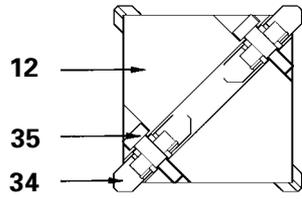
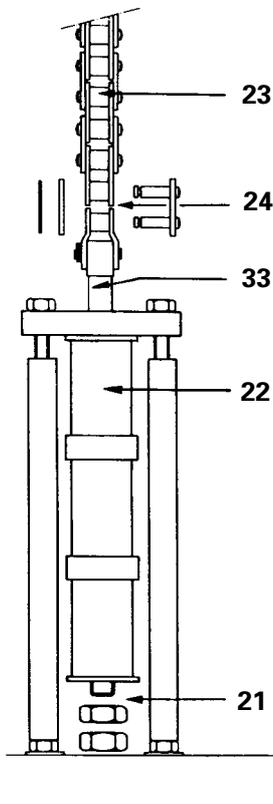
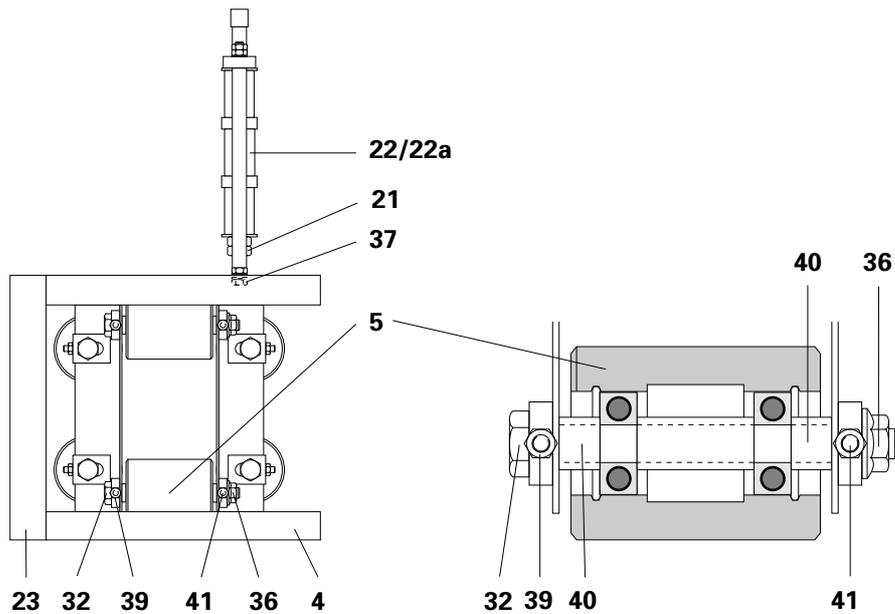
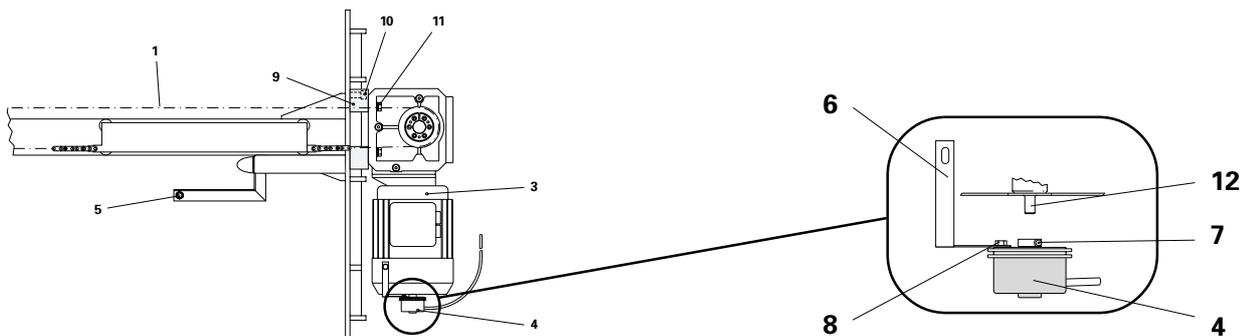

Figure 6
Figure 8
Figure 9
Figure 11
2. Desserrer les écrous (21) des deux ressorts en matériaux composites (22/22a - Fig. 6) = chaîne d'entraînement (10) et chaîne de renvoi (10a) détendues.
3. Enlever les maillons d'assemblage (24 - Fig. 9) entre la chaîne d'entraînement et les goupilles de serrage (33 - Fig. 9) = chaîne d'entraînement (10) détachée.
4. Dévisser la semelle (11) et monter la nouvelle roue dentée. Voir page 9.
5. Retirer le contrepoids (12) et la chaîne d'entraînement (10).
6. Détacher du contrepoids les maillons d'assemblage (27 - Fig. 8) des chaînes (10/10a). Voir page 12.
7. Faire passer un fil dans la colonne de guidage (9).
8. Fixer la nouvelle chaîne d'entraînement (10) au fil et la tirer dans la colonne de guidage (9).
9. Fixer l'autre extrémité de la chaîne d'entraînement au contrepoids (12).
10. Fixer la chaîne de renvoi au contrepoids (12) et mettre le contrepoids avec les chaînes d'entraînement en place.
11. Fixer la chaîne d'entraînement (10) à la goupille de serrage (33 - Fig. 9).
12. Visser la semelle (11).
14. Fixer l'extrémité de la chaîne de renvoi (10a) à la goupille de serrage supérieure (33).
15. Serrer les écrous (21 - Fig. 6) des deux ressorts en matériaux composites (22/22a) jusqu'à ce que les deux chaînes (10/10a) ne puissent plus toucher la colonne de guidage (9) sous la poussée de la main.
2. Desserrer les écrous (**21** - Fig. 6) des deux ressorts en matériaux composites (**22/22a** - Fig. 6) = chaînes d'entraînement (**10/10a**) détendues.
3. Retirer le maillon d'assemblage (**24** - Fig. 9) de la chaîne d'entraînement (**10a**) du ressort en matériaux composites supérieur (**33** - Fig. 9) = chaîne d'entraînement (**10a**) détachée.
5. Enlever les maillons d'assemblage (**24** - Fig. 9) entre les ressorts en matériaux composites (**22**) et les chaînes d'entraînement (**10/10a**) = chaînes d'entraînement supérieure et inférieure (**10/10a**) détachées.
2. Enlever le boîtier (**23** - Fig. 9)
3. Dévisser les écrous (**21** - Fig. 9) de chaque côté des amortisseurs plastiques (**22/22a** - Fig. 9) = Enlever la tension sur la chaîne (**10** - Fig. 4) et (**10a** - Fig. 4).
4. Desserrer les écrous (**39** - Fig. 9) et vis de l'écrou de serrage (**41** - Fig. 9) jusqu'à ce que le rouleau peut être tourner facilement.
5. Dévisser l'écrou (**36** - Fig. 9) complètement de l'axe de rouleau (**32** - Fig. 9) et tirer l'axe du rouleau.
6. Démontez le rouleau (**5** - Fig. 9) du corps du chariot Z. Attention: ne perdez pas les douilles! (**40** - Fig. 9).
7. Remplacer avec un nouveau rouleau et douille (**40** - Fig. 9) de chaque côté.
8. Pousser l'axe de rouleau (**32** - Fig. 9) dans le rouleau et fixer avec l'écrou (**36** - Fig. 9).
Visser les écrous (**21** - Fig. 9) des amortisseurs plastiques (**22/22a** - Fig. 9) jusqu'à ce que la chaîne (**10/10a** - Fig. 4) ne se laisse plus appuyer contre la colonne de guidage (**9** - Fig. 4).
2. Détacher la chaîne d'entraînement (**1** - Fig. 11) du ressort en matériaux composites (**22** - Fig. 9).
3. Desserrer les quatre vis (**11** - Fig. 11) de la plaque de base et remplacer l'ensemble de l'entraînement (motoréducteur).
5. Serrer les vis de la plaque de base (**11** - Fig. 11).